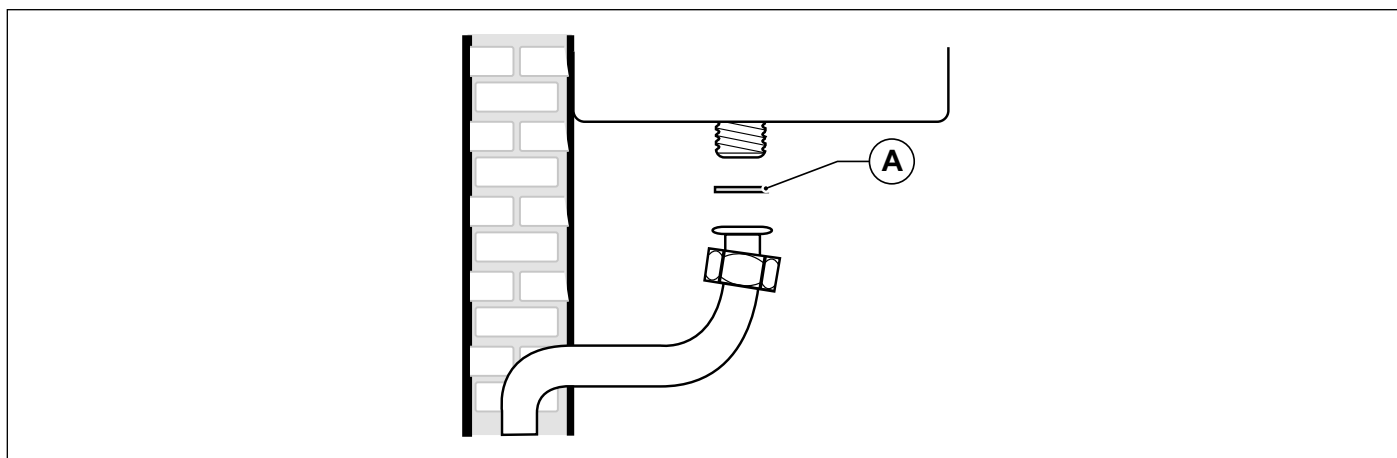

Fig. 21 Racordare la rețeaua de gaz
Pentru a conecta racordul de gaz al centralei termice la țevele de alimentare, este **OBLIGATORIU** să interpuneți o garnitură de etanșare (A) de mărime și din material adecvat (vezi Fig. 21 Racordare la rețeaua de gaz).